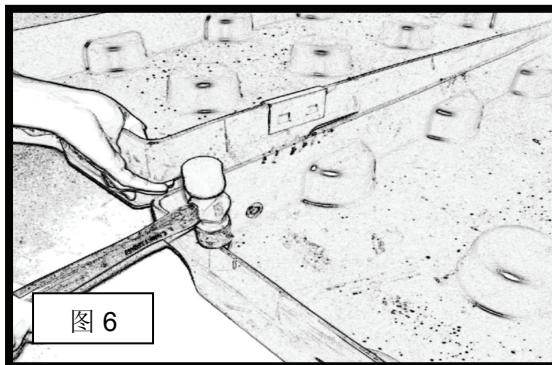

图 6
- 2) 不断重复轻击后，集液槽应该分离（见图 6）。重复步骤一将另一个连接卡子拆卸下来。